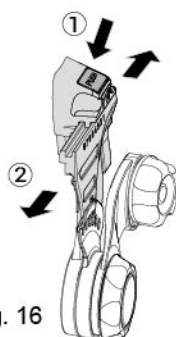

Fig. 16
- Juster afstanden mellem brugerens ansigt og visiret ved at trykke knappen ned på hver adapter og derefter skubbe frem eller tilbage (se fig. 16).